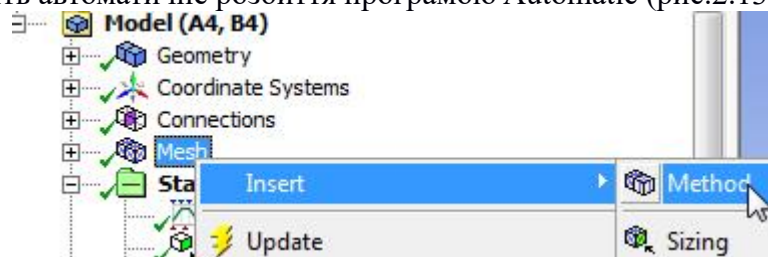

Рисунок 2.13 - Вибір Method
Побудовану геометричну модель необхідно розбити на кінцеві елементи (KE), тобто, створити KE сітку. У дереві натискаємо на Model → Mesh. Натискаємо правою кнопкою миші (ПКМ) на Mesh → Insert → Method. Вибираємо потрібну поверхню або об'єкт. Підтверджуємо вибір кнопкою Apply. Задаємо метод Method розбиття моделі, за замовчуванням стоїть автоматичне розбиття програмою Automatic (рис.2.13).